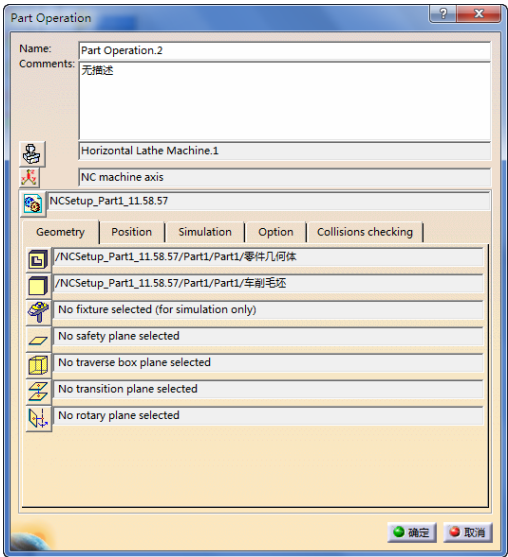

图 7-107 “Part Operation”对话框（4）
3) 在特征树上双击“Part Operation.2”节点，弹出“Part Operation”对话框（4），如图 7-107 所示。